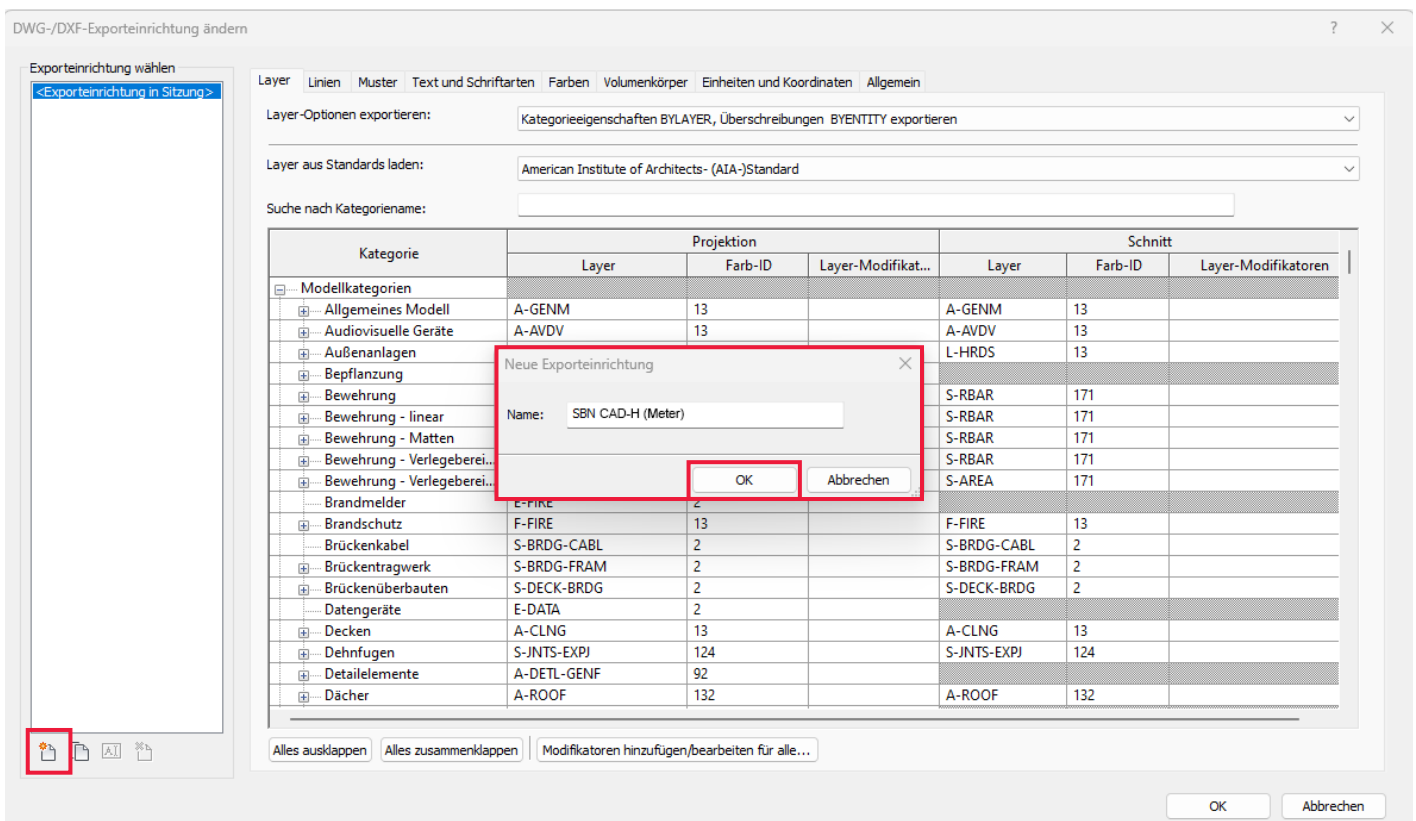

Abb.3: Neue Exporteinrichtung erstellen
- Vergeben Sie im Dialogfenster **Neue Exporteinrichtung** den Namen **SBN CAD-H (Meter)** und bestätigen mit **OK** (Abb.3)